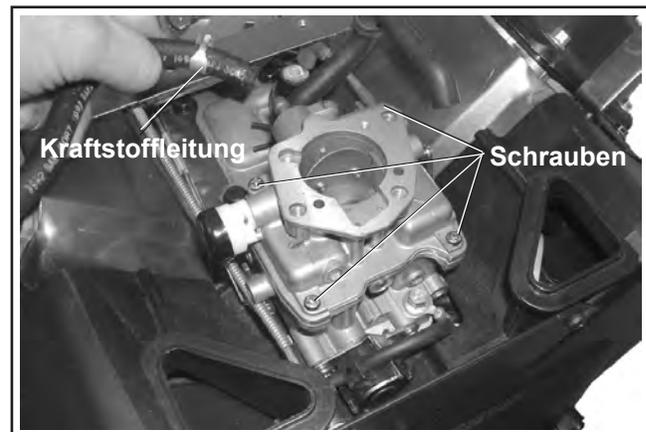

Abbildung 5-9. Detailansicht des Vergasers.
- Die Kraftstoffleitung vom Vergaser abnehmen. Siehe Abbildung 5-9.
- Ist die korrekte Höhe des Schwimmers erreicht, wird die pneumatische Tonsignaleinheit vorsichtig auf das Vergasergehäuse abgesenkt und die Choke-Hebel werden wieder angebracht. Die vier Schrauben einsetzen. Anzug der Schrauben auf **1,7 N·m (15 Zoll lb)**. Siehe Abbildung 5-9.